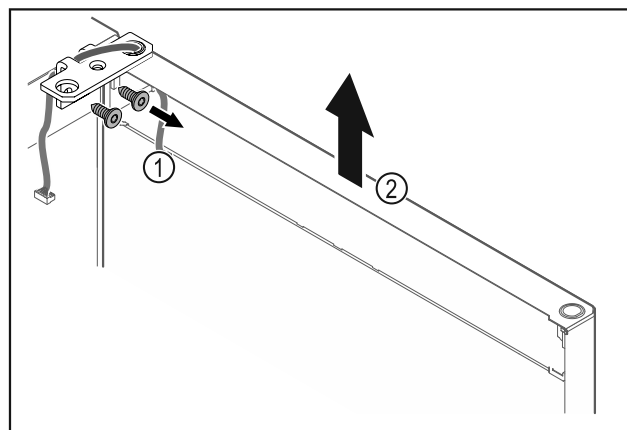

Fig. 28
- ▶ Отвинтите шарнирные уголки Fig. 28 (1).
- ▶ Дверь вместе с шарнирными уголками поднимите строго вертикально вверх Fig. 28 (2) приблизительно на 200 мм и снимите.